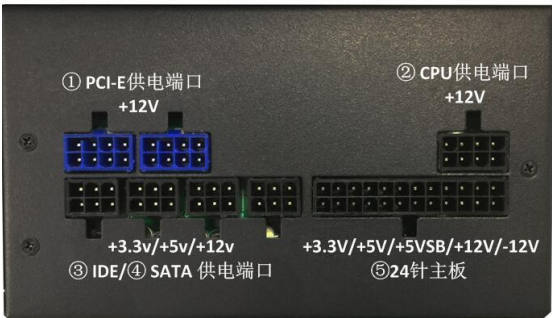

图 10 开关电源端口
- (1) 开关电源端口照片如图 10 所示。
- (2) 开关电源特点包括全模组电源端口印刷有清晰的输出电压标识，能够快速、正确连接电源线束，熟悉主板各区域和硬盘、光驱等设备的工作电压。